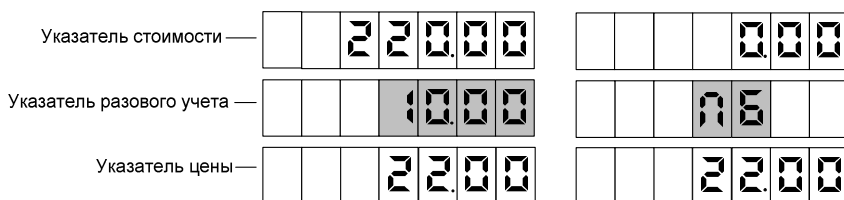

Рисунок 4
8.2 Для выдачи топлива необходимо задать дозу с системы управления. Когда устройство будет готово к отпуску топлива, в средней строке табло мигающими символами отобразится величина заданной дозы, а в случае отпуска "до полного бака" – символы "ПБ" (рисунок 4). Это дает клиенту удобный способ определить, когда можно начать заправку, а также убедиться, что задано именно то количество топлива, которое он заказывал. Для запуска налива необходимо снять раздаточный кран или подать команду "Пуск" с системы управления, после чего значения стоимости и объема на табло обнуляются. С этих пор на табло отображается отпущенная на текущий момент доза.